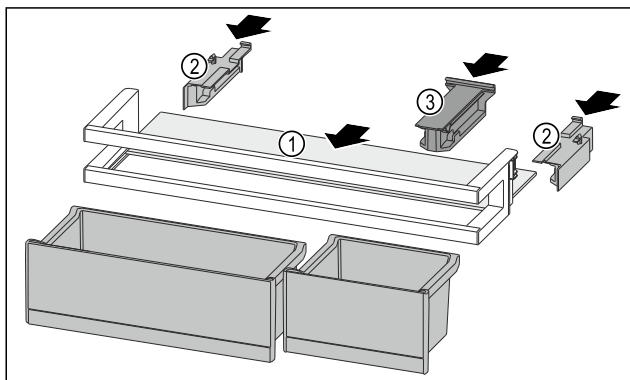

Fig. 103
- ▶ Odkládací plochu Fig. 103 (1) zasuněte do bočních vybrání.
- ▶ Boční díly Fig. 103 (2) vložte.
- ▶ Držák Fig. 103 (3) vložte.